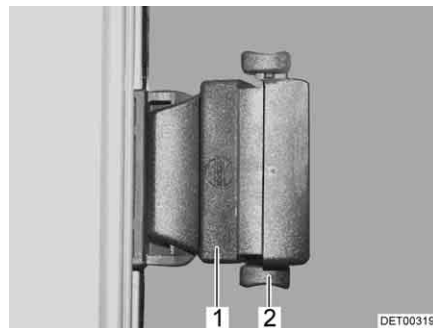

Fig. 81 Ventana corredera con bloqueo a presión
- Presionar el bloqueo (Fig. 81,2) hacia arriba.
- Presionar el tirador (Fig. 81,1) y, al mismo tiempo, empujarlo hacia adelante o hacia atrás.